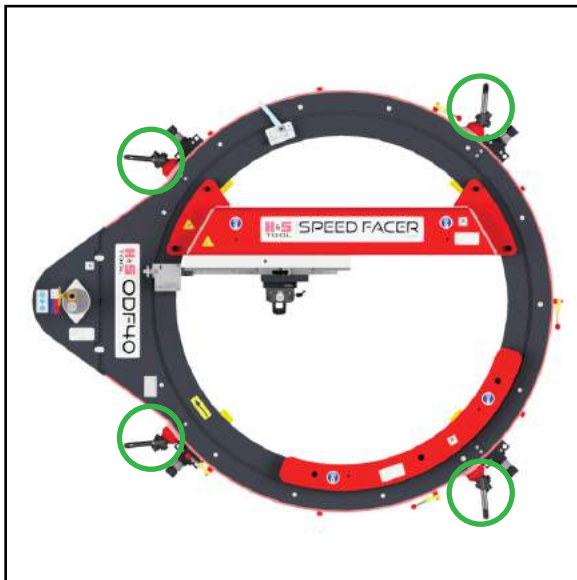

ABBILDUNG 3-1. HEBEPUNKTE (MODELL ODF40 IM BILD)
Das Herunterfallen oder das Hin- und Herschwingen der Maschine kann beim Bediener und in der Nähe stehenden Personen schwere Verletzungen bewirken. Heben Sie die Maschine ausschließlich an den in Abbildung 3-1 gezeigten 3/4“-Heberingen. Verwenden Sie für das Heben der ODF60 Flanschdrehmaschine nicht die kleineren Heberinge an der Brücke oder dem Gegengewicht.
3. Setzen Sie die Maschine entsprechend Abbildung 3-1 zum Installieren der 8 Spannfüße auf einer stabilen Unterlage ab.